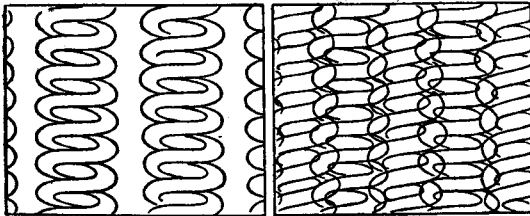

Bild 14
8. Lampe so schwenken, daß ihre 4 Fäden entsprechend Bild 14 links auf das Bildfeld verteilt sind. Äußere Fäden müssen links und rechts noch sichtbar sein. (Vierkanthülse **f**.)
11. Spiegel seitlich schwenken, so daß die Spiegelfaden-Bilder die Lücken zwischen den direkt abgebildeten Lampenfäden ausfüllen (Bild 14 rechts). (Vierkanthülse **a**.)